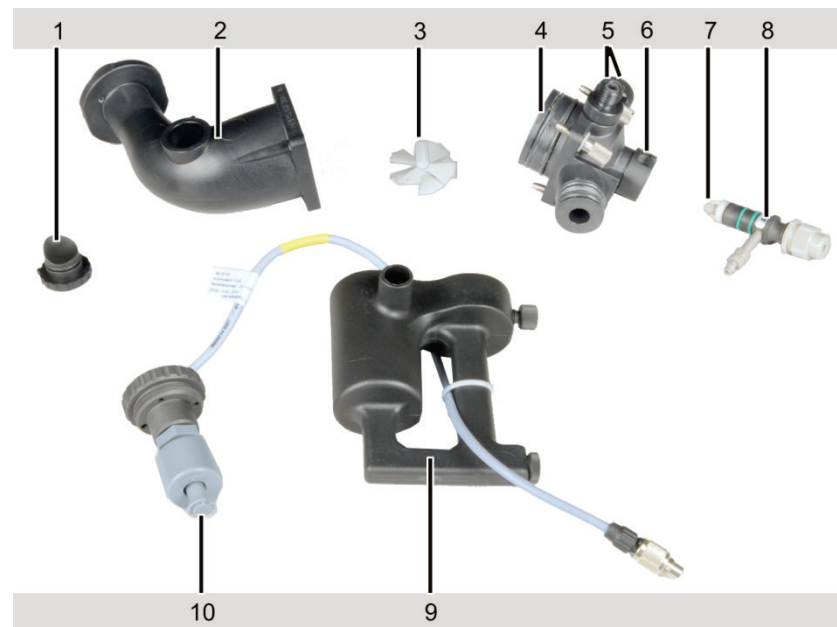
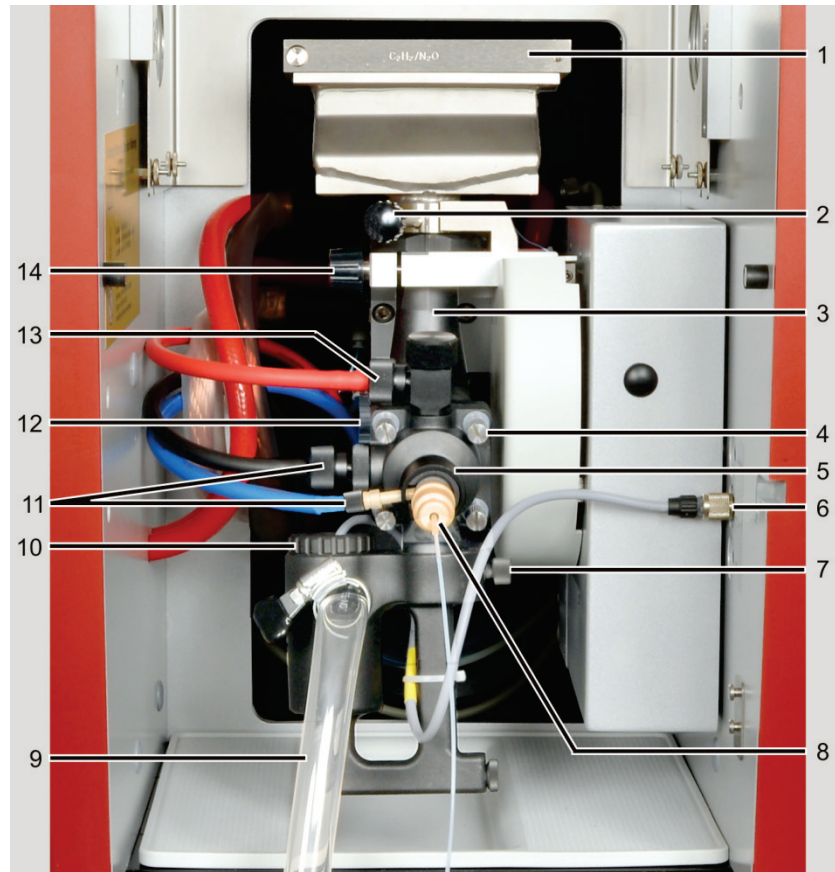
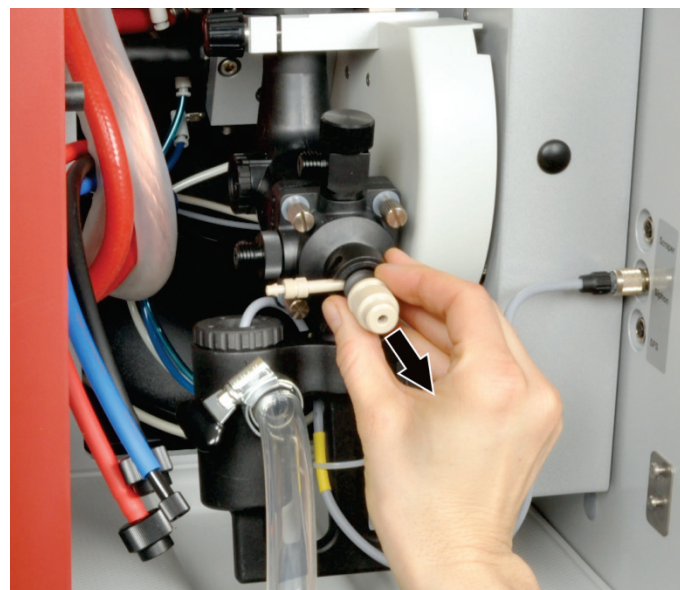

Abb. 56 Mischkammer und Zerstäuber zur Reinigung zerlegt
Abb. 57 Brenner-Zerstäuber-System
Abb. 58 Zerstäuber aus der Mischkammer herausziehen
1. Arretierungsschraube (2 in Abb. 57 S.106) am Brenner lösen und Brenner vom Brennerhals abnehmen.
2. Schlauchverschraubungen an Mischkammerkopf und Zerstäuber (11, 13 in Abb. 57) abschrauben und Probenansaugschlauch vom Zerstäuber abziehen.
3. Arretierungsring des Zerstäubers (5 in Abb. 57) drehen, so dass sich die Verriegelung öffnet. Zerstäuber aus Mischkammerkopf herausziehen, dabei den Zerstäuber in der Nut anfassen (Abb. 58).
4. Kabel des Siphon-Sensors vom Anschluss in der Probenraumwand (6 in Abb. 57) abschrauben und abziehen.
5. Ablaufschlauch vom Ablaufstutzen des Siphons (9 in Abb. 57) entfernen. Dafür Schlauchschelle lösen.
6. Klemmschraube des Siphons (7 in Abb. 57) lösen, Siphon nach unten abziehen. Siphon entleeren.
7. Einsatz des Siphon-Sensors abschrauben, Sensor aus Siphon ziehen (10 in Abb. 56).
8. Das System festhalten, Rändelschraube am Haltebügel des Mischkammerrohrs (14 in Abb. 57) aufschrauben, Haltebügel nach hinten schwenken und System herausnehmen.
9. Sicherheitsstopfen (1 in Abb. 56) aus der Mischkammer ziehen.
10. Die vier Verschraubungen der Mischkammer (4 in Abb. 57) lösen und Mischkammer in Kammerkopf und Kammerrohr zerlegen.
11. Mischflügel (3 in Abb. 56) aus dem Kammerrohr entnehmen.
12. Gasanschlüsse für Brenngas und Zusatzoxidans (5 in Abb. 56) vom Mischkammerkopf abschrauben.
2. Prallkugel (7 in Abb. 56 S.105) leicht drehen und vom Zerstäuber ziehen. Sollte die Prallkugel festsitzen, den Zerstäuber noch einmal für mehrere Minuten in das Ultraschallbad legen.
2. Mischflügel am Griff (3 in Abb. 56 S.105) halten und in das Mischkammerrohr einsetzen. Durch leichten Druck arretieren.
3. Mischkammerteile (Kammerrohr und Kammerkopf) zusammenstecken, Seiten fluchtend ausrichten und verschrauben (2, 4 in Abb. 56). Auf richtigen Sitz der Dichtringe achten.
4. Siphon-Sensor (10 in Abb. 56 S.105) in den Siphon schrauben. Siphon an Kammerkopf stecken, sodass der Ablaufstutzen nach vorn zeigt. Siphon mit Klemmschraube (7 in Abb. 57) befestigen.
5. Sicherheitsstopfen (1 in Abb. 56) am Kammerrohr stecken.
6. Anschlüsse für Brenngas und Zusatzoxidans (5 in Abb. 56) in den Mischkammerkopf mit Dichtringen einschrauben.
7. Zerstäuber (8 in Abb. 56) in den Kammerkopf stecken und mit dem Arretierungsring (6 in Abb. 56) befestigen.
8. Mischkammer-Zerstäuber-System an der Höhenverstellung im Probenraum mit dem Haltebügel befestigen (14 in Abb. 57). Die Markierung muss über der Kante der Haltevorrichtung liegen. Der Teller des Mischkammerrohres muss auf der Haltevorrichtung gleichmäßig aufliegen. Rändelschraube am Haltebügel fest anschrauben.
9. Kabel des Siphon-Sensors (6 in Abb. 57) in den Anschluss an der Probenraumseitenwand stecken (auf Nase achten) und festschrauben.
10. Ablaufschlauch auf den Ablaufstutzen des Siphons (9 in Abb. 57) stecken. Mit Schlauchschelle sichern. Ablaufschlauch mit stetigem Gefälle in Abfallflasche führen.
12. Brenner auf das Mischkammerrohr aufsetzen und gegen Anschlag 0° drehen. Mit Arretierungsschraube klemmen (2 in Abb. 57).
13. Schlauch für Brenngas (rot) an Stutzen oben am Mischkammerkopf (13 in Abb. 57) anschrauben.
14. Schlauch für Oxidans (blau) am Zerstäuberstutzen (11 in Abb. 57) anschrauben.
15. Schlauch für Zusatzoxidans (schwarz) am Stutzen seitlich an der Mischkammer (11 in Abb. 57) anschrauben.